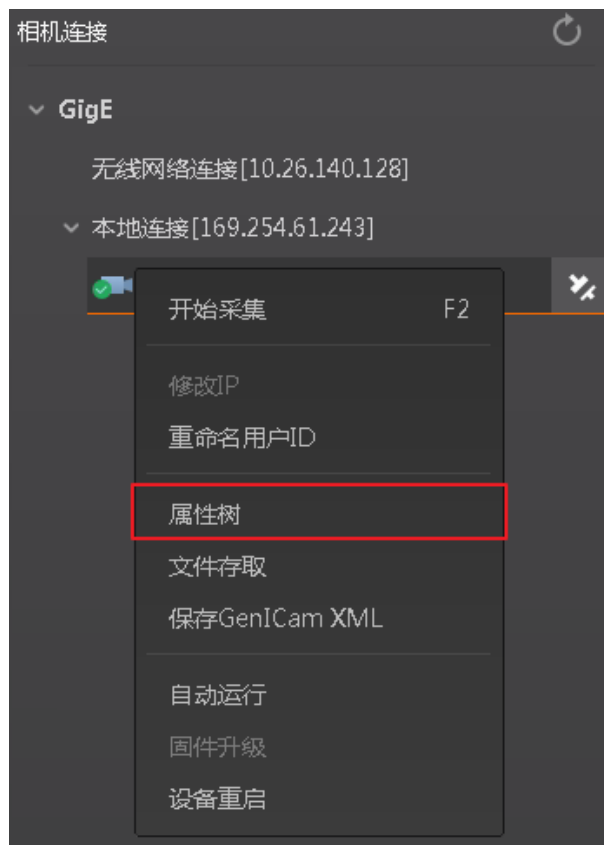

图3-12 进入属性树
1. 选中已连接读码器，在右键菜单中选择“属性树”可进入读码器的属性树，如图 3-12 所示。